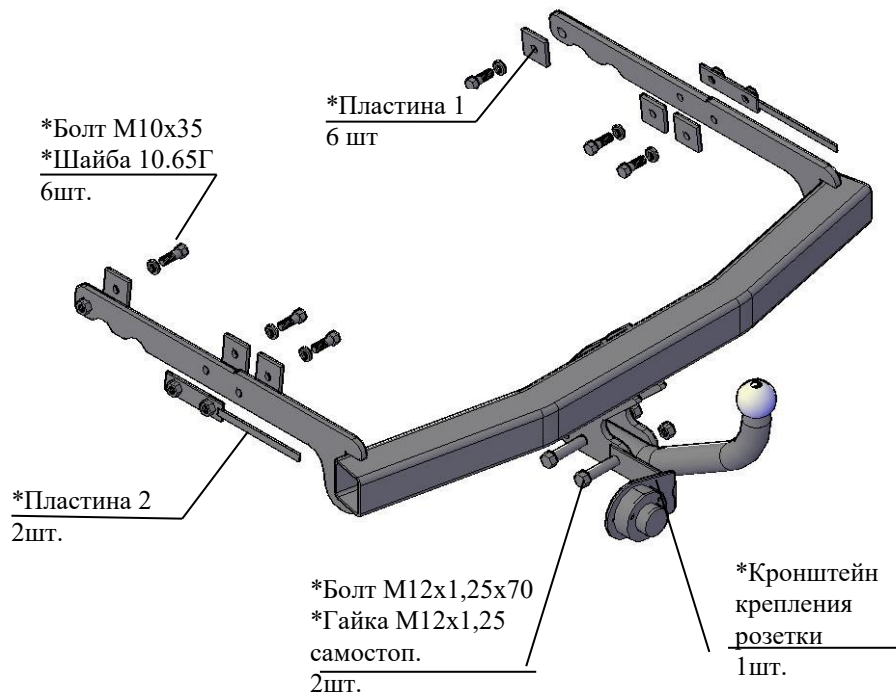

Рис.1 Тягово-сцепное устройство 6020
2.1 ТСУ 6020 в сборе (рис.1)	1 шт.
2.2 Пакет с комплектующими (см. рис.1)	1 шт.